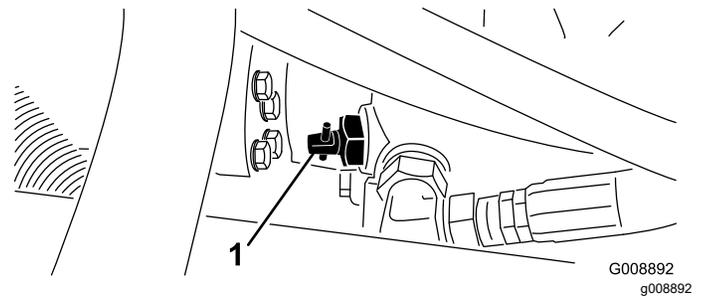

図 41
1. 油圧ポンプについているバイパスバルブ 図 41 を 90°回転させる。